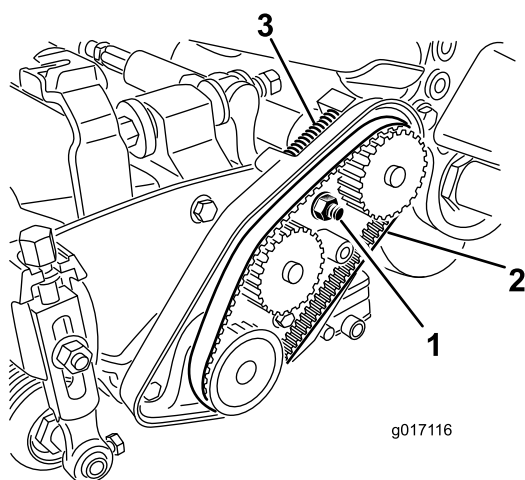

Figure 17
3. Desserrez les écrous du logement de roulement (Figure 17).
5. Déposez la courroie (Figure 17).
12. Vérifiez que le ressort de compression exerce une tension sur la courroie (Figure 17).